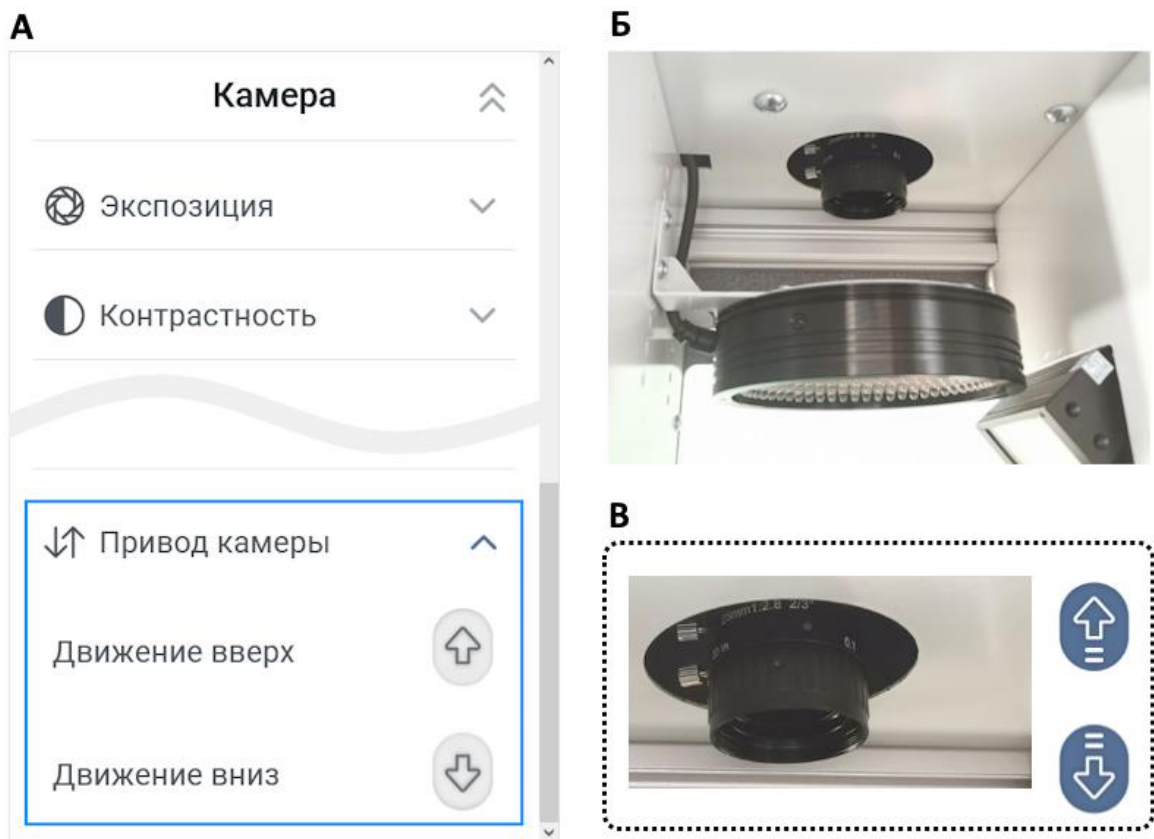

Рисунок 12 – Управление электроприводом камеры
2.2.4.20 Для проверки работы электропривода камеры необходимо выбрать в "Меню управления камерой" пункт "Фокусировка" и "Зум-объектив" (см. Рисунок 12). Нажатием и удержанием кнопок "Вверх" и "Вниз" убедиться, что привод приводится в движение. При нажатом положении внешний вид кнопок изменится, как на рисунке ниже: нажата клавиша вниз для фокусировки. Переместить камеру в крайние положения до полной остановки. Убедиться в свободном и беспрепятственном перемещении.